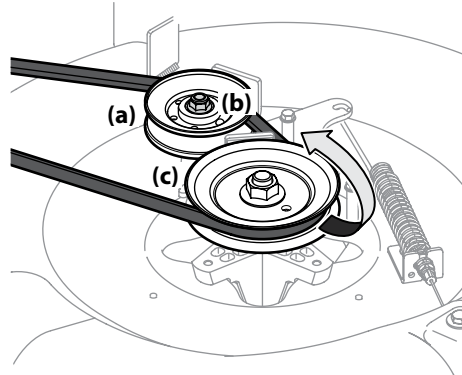

Figura 4-15
- Aflove la polea loca (plataformas de 24" solamente) (a) para lo cual debe aflojar la tuerca de seguridad con brida (b) que la sujeta, lo suficiente para que quede una holgura para que pase la correa hacia afuera. Extraiga la correa sacándola de la polea de transmisión de la plataforma (c) y de la polea loca (a). Consulte la Figura 4-15.